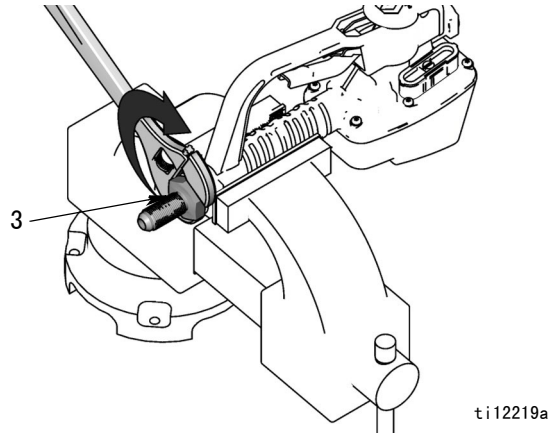

图 5
5. 将长直通管接头 (3) 安装在流量计入口上 (图 5)。用扳手拧紧接头。